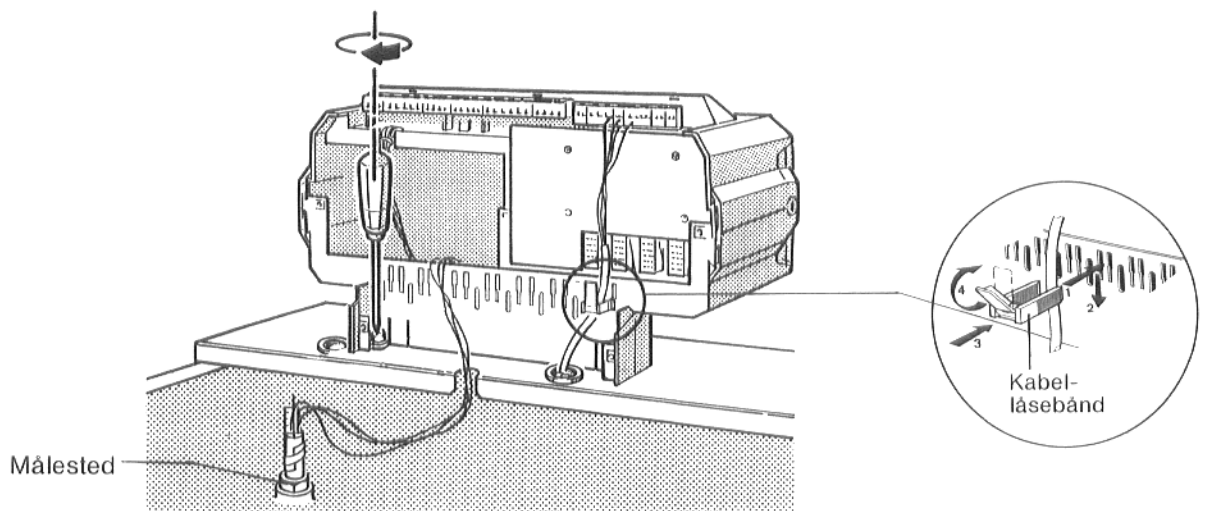

Fig. 26
Låsebånd med innlagt ledning settes inn i låsebåndrammen og sikres ved å vri hendelen (fig. 26).
- Sokkelen til kontrollpanelet (se fig. 26) skrues fast i kabelgjennomgangen med to karosseriskruer på høyre og venstre side på fremre topplate.
- Følerledningen rulles ut og legges frem til målestedet (fig. 26). Kapillarrørene legges slik at de ikke berører varme kjeledeler.